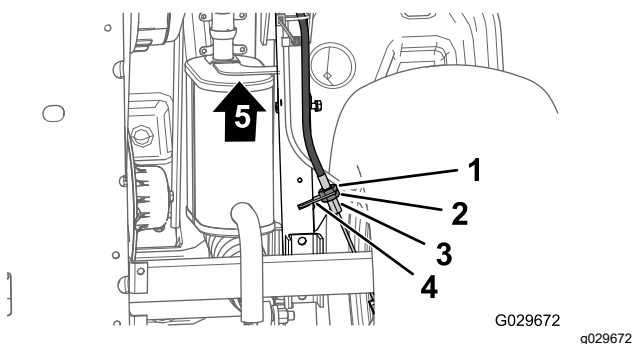

Figure 51
3. Au bas de la machine, desserrez de 4 tours l'écrou de blocage arrière du dispositif de réglage fileté sur le câble de frein de stationnement (Figure 51).
4. Resserrez l'écrou de blocage avant (Figure 51).
- A. Desserrez d'un tour l'écrou de blocage avant (Figure 51) du dispositif de réglage fileté du câble de frein de stationnement.
- B. Resserrez l'écrou de blocage arrière (Figure 51).
- A. Desserrez d'un tour l'écrou de blocage arrière (Figure 51) du dispositif de réglage fileté du câble de frein de stationnement.
- B. Resserrez l'écrou de blocage avant (Figure 51).